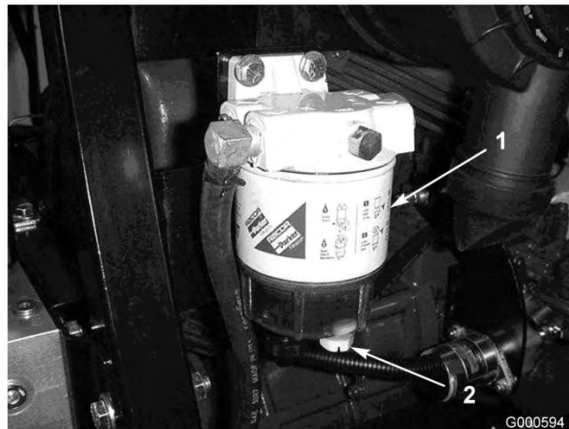

図 38
水セパレータ（図 38）の水抜きは毎日おこなって異物を除去してください。
2. フィルタ容器（図 38）下部のドレン・プラグをゆるめて水や異物を流し出す。終了したらプラグを締める。